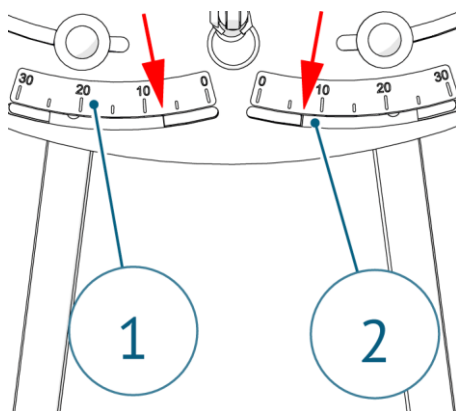

Рисунок 15. Указатели угла абдукции ног пользователя
Контролируйте угол абдукции по шкале (1) и указателю (2), расположенным по обоим сторонам верхней части основания (**рис.15**).